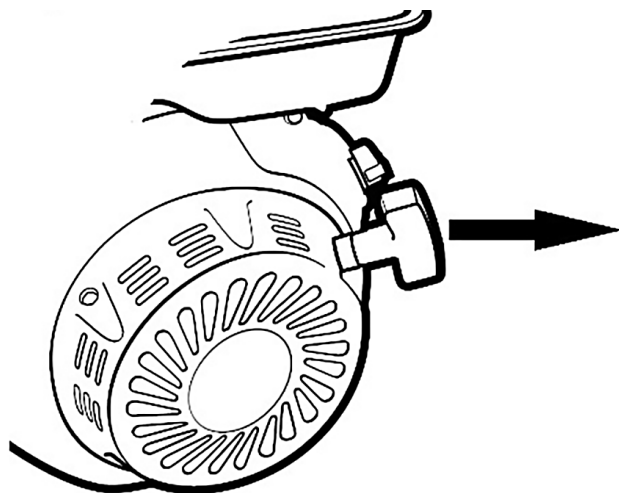

Рисунок 9
- Запустите двигатель, потянув за рукоятку ручного стартера (рисунок 9).